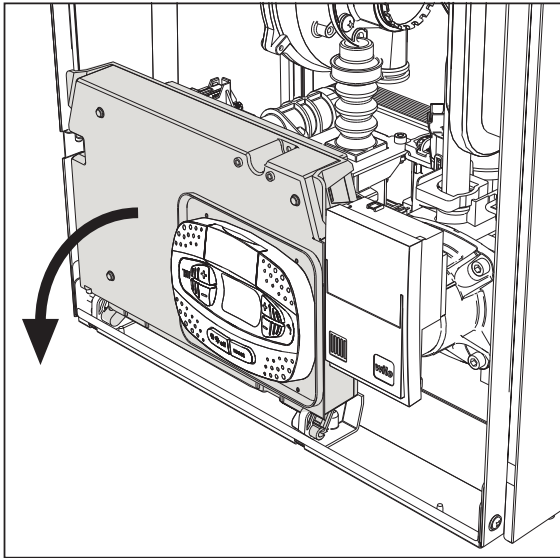
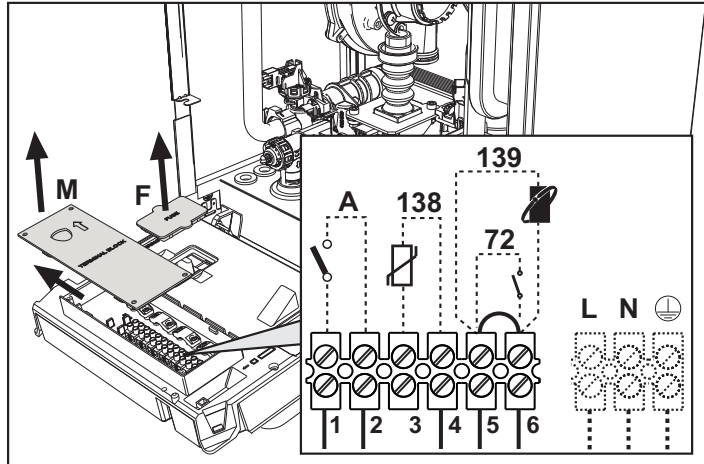

рис. 19
рис. 20
После снятия передней панели ( \*\*\* 'Открытие передней панели' on page 32 \*\*\* ) можно получить доступ к клеммной колодке (M) и предохранителю (F), действуя согласно нижеприведенным указаниям (рис. 19 и рис. 20). **Клеммы, указанные на рис. 20, должны иметь чистые контакты (не 230В).** Расположение зажимов и их назначение показаны также на электрической схеме на рис. 62.